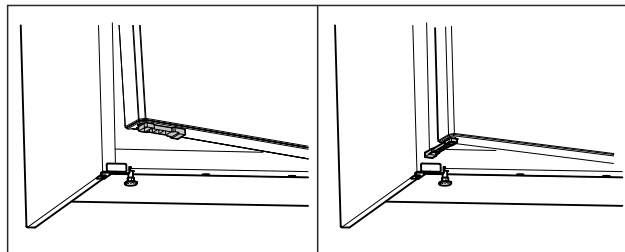

Fig. 59 \*
- ▶ Fordítsa el 90°-kal az ajtó nyitáskorlátozó elemét. (lásd Fig. 59) \*